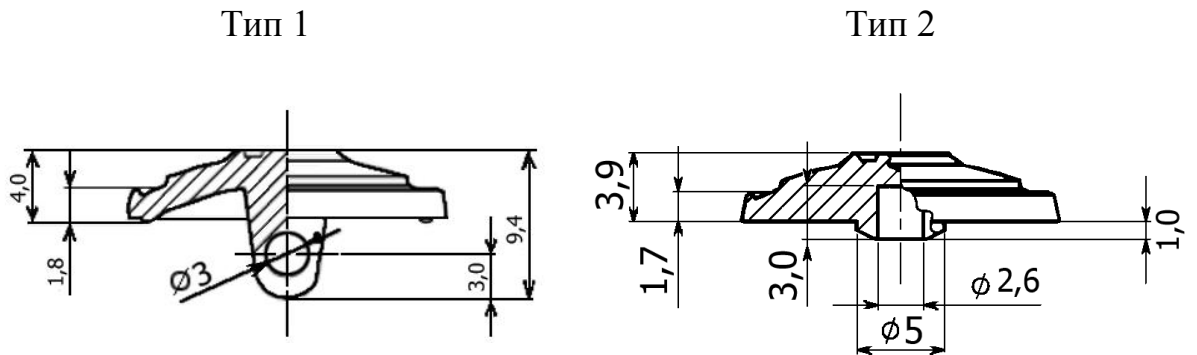

Рисунок 5
4.3.2 Параметри гудзиків діаметром 18 мм (Рисунок 5)